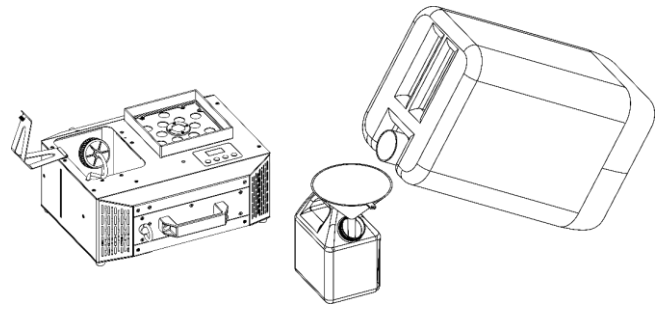

Fig. 33
- 07) Utilice un embudo para verter el líquido de niebla en el depósito, como se muestra en la Fig. 33.